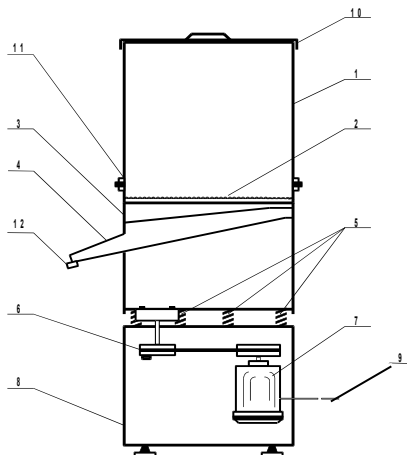

Рис.1
4.1. Установка «Каскад» (рис.1) включается с помощью кнопки на панели пускателя.
5.7. При длительном перерыве в работе необходимо отключить изделие от сети, накрыть загрузочный бункер крышкой (рис. 1, поз.10).